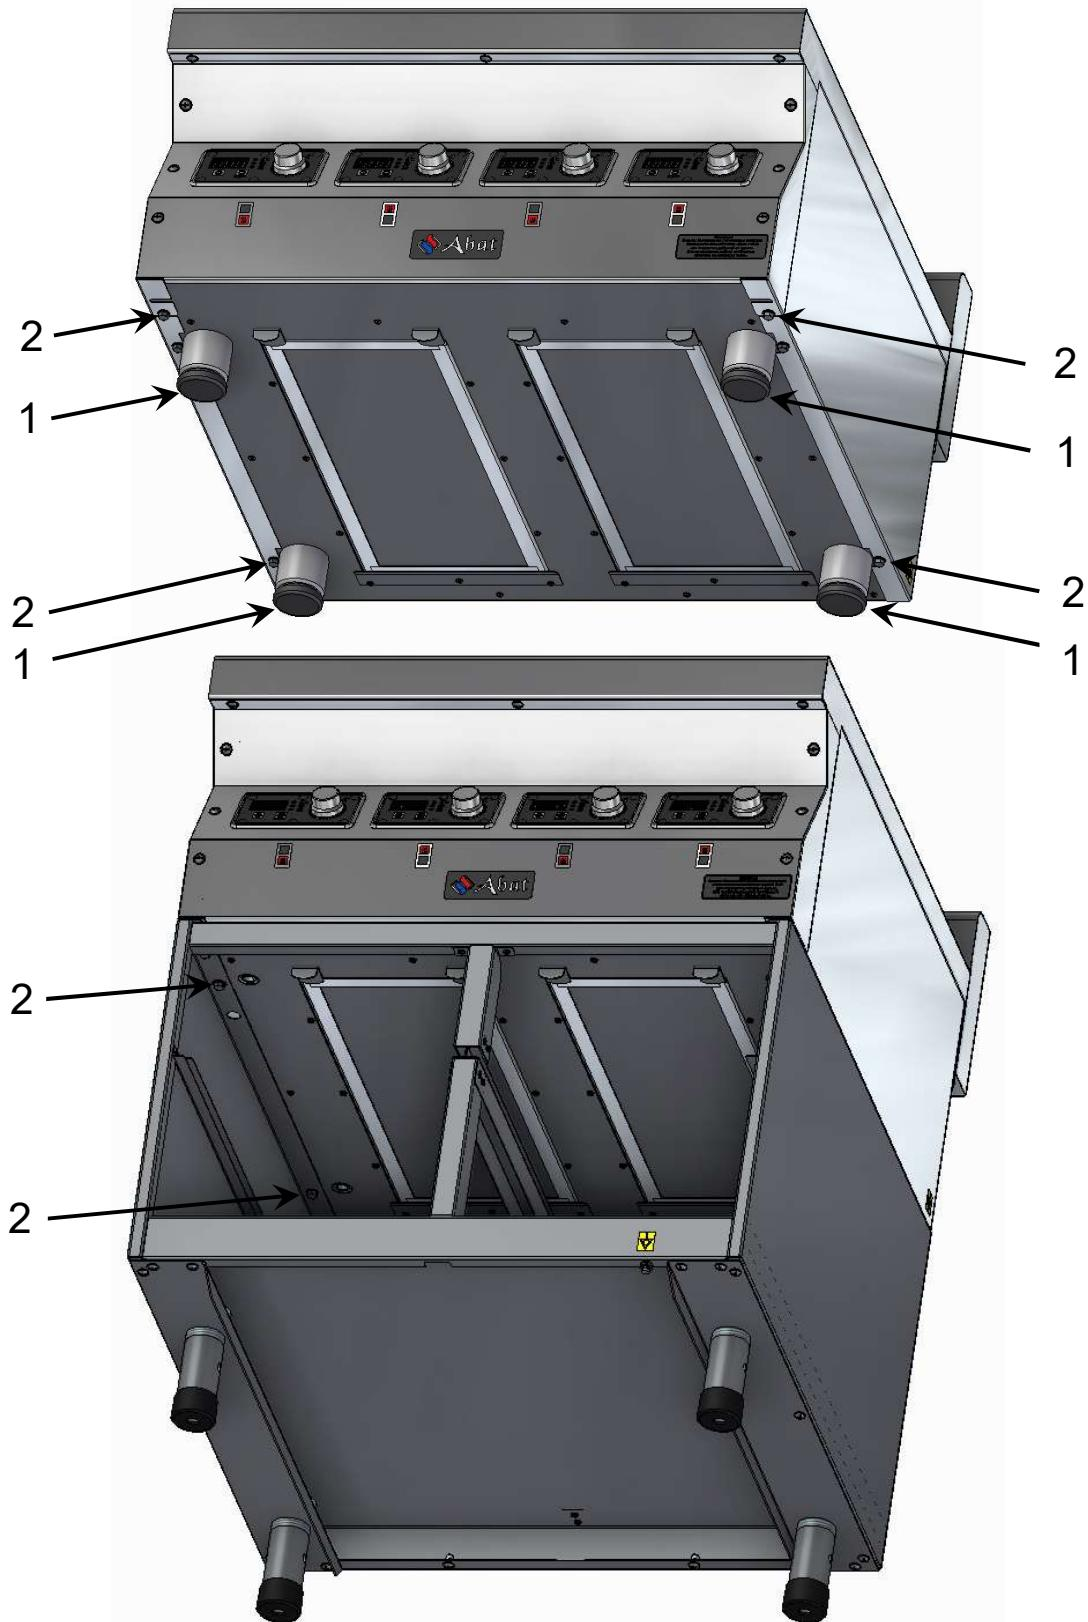

Рис. 6. Установка плит КИП-47Н-3,5 и КИП-47Н-5,0 на подставку (модуль нижний) МН-04
- установить плиту на подставку (модуль нижний) **МН-04** и, совместив отверстия в нижней панели плиты с отверстиями в подставке, завернуть ранее демонтированные болты (поз.2) (рис. 6).